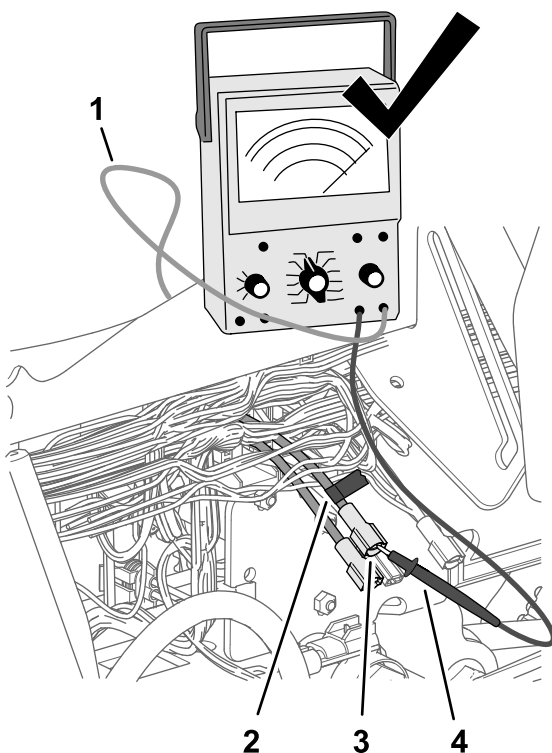

Figura 189
4. Utilize um pedaço de fita para marcar o conector e fio que identificou no passo 3 (Figura 189).